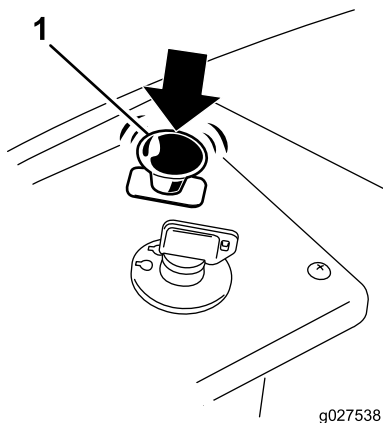

Figure 13
1. Désengagez les lames en poussant la commande des lames en position DÉSENGAGÉE (Figure 13).